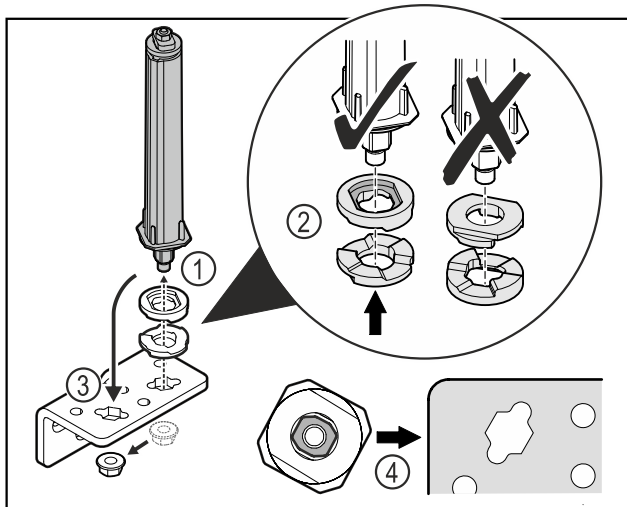

Fig. 34
- Atskrūvējiet uzgriezni un noņemiet durvju slēgšanas sistēmu Fig. 34 (1).
- Ievērojiet augstuma regulēšanas paplākšņu pareizo izvietojumu Fig. 34 (2).
- Pārlieciet durvju slēgšanas sistēmu lokāmajā kronšteinā un nofiksējiet ar uzgriezni Fig. 34 (3).
- Ievērojiet durvju slēgšanas sistēmas pareizo izvietojumu ievietošanas laikā Fig. 34 (4).